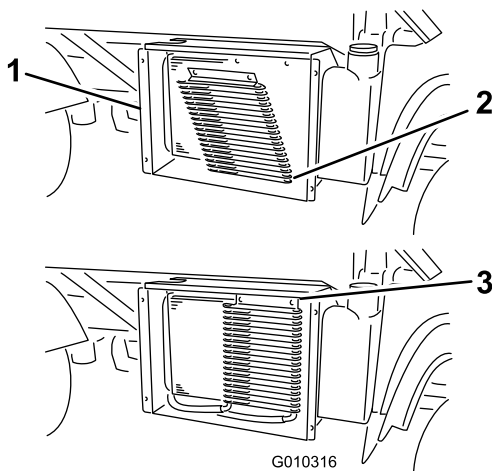

Figure 32
4. Le cas échéant, tournez les verrous et faites pivoter le refroidisseur d'huile pour l'éloigner du radiateur (Figure 32).